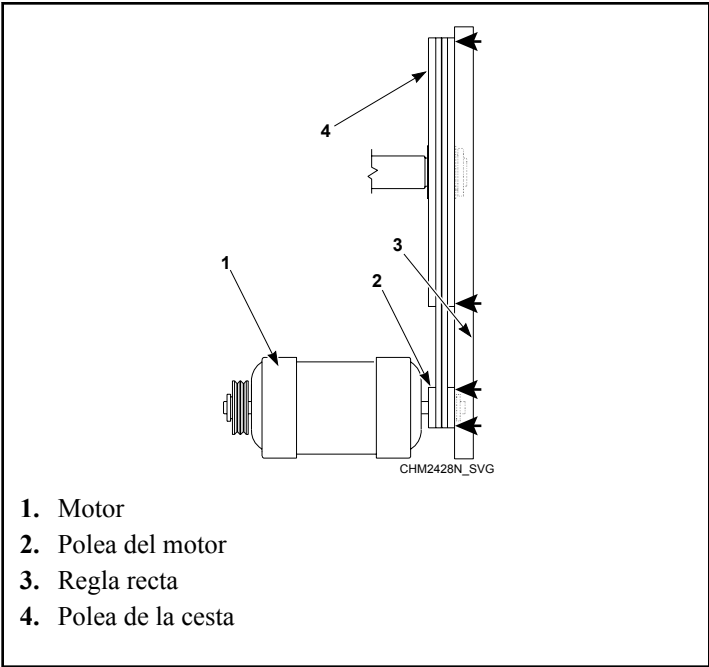

Figura 24
- b. Para los sistemas de impulsión de poleas con garganta, verifique el alineamiento colocando una regla a través de las caras de las poleas. La regla deberá hacer contacto con las poleas en cuatro lugares. Consulte la *Figura 24* . Después de realizar los ajustes necesarios, apriete la tuerca superior de tensión del resorte a 20.6 ± 2 lbs-pie.